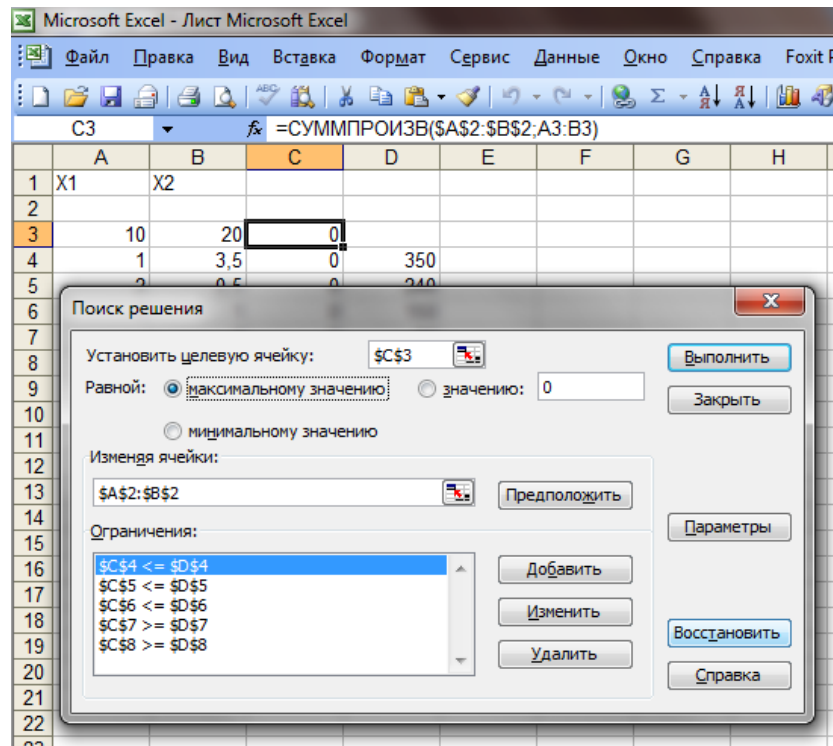

Рисунок 10 - Введены все условия задачи
- После введения последнего ограничения нажать на кнопку «ОК». На экране появится диалоговое окно «Поиск решения» с введенными условиями (рис. 10).